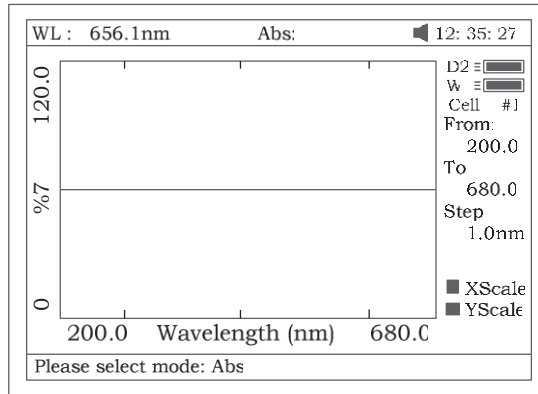

Fig 42
2. Pulse **F2** para seleccionar el modo, "Abs", "%T" o "E" (Fig 42).